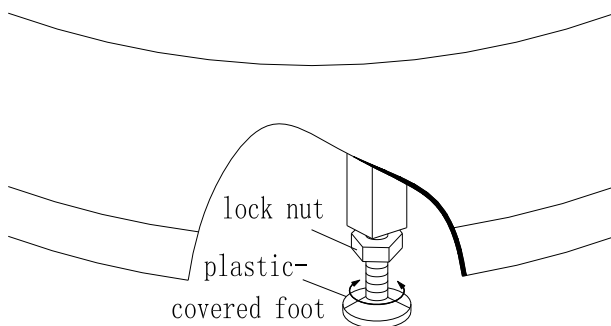

Abb. 1
1. Stellen Sie den Einstellfuß ein ----- Stellen Sie die Badewanne in die gewünschte Position auf, richten Sie den Einstellfuß am Boden aus, damit dieser Bodenkontakt hat. Siehe Abb.1